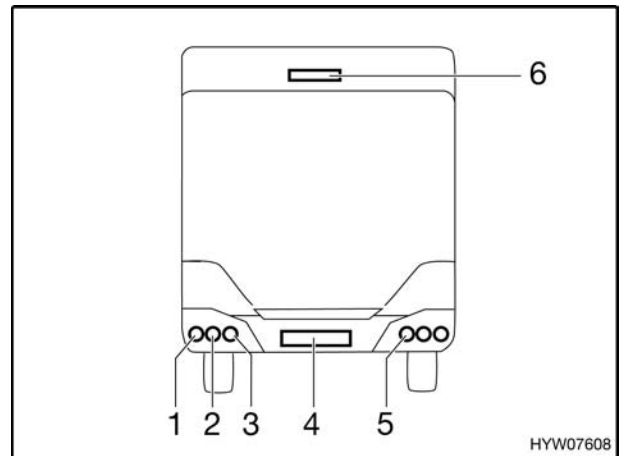

Bild 173 Beleuchtung Heck (Van)
- Gehäuseschrauben (Bild 173,1 bis 5) lösen.
Die dritte Bremsleuchte (Bild 173,6) nur komplett austauschen.